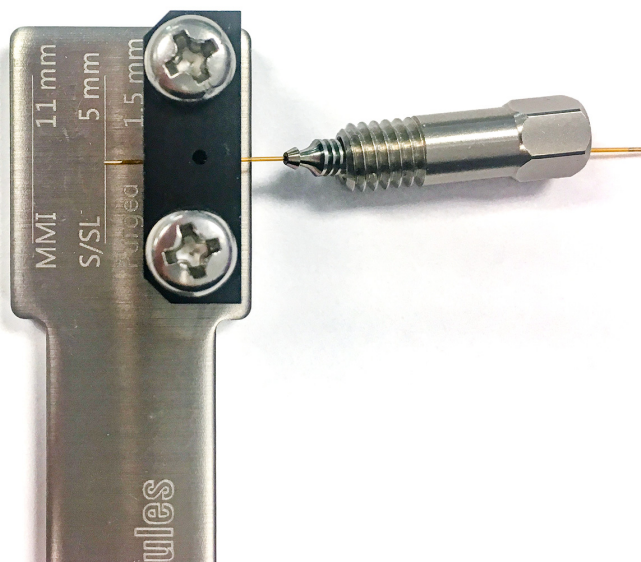

Figure 13. Enfilez la colonne grâce à l'écrou de la colonne, la ferrule et la clé à sertir.
- 3 Passez l'extrémité de la colonne à travers l'écrou interne, la ferrule et la clé à sertir comme indiqué **Figure 13**.